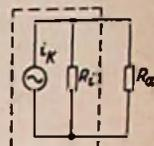
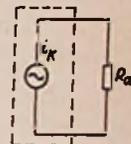
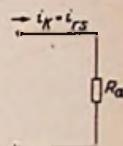
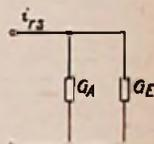

Bild 3. Kurzschluß-Ersatzschaltbild einer Röhre
Bild 3a. Kurzschluß-Ersatzschaltbild einer Rauschdiode ($R_i = \infty$)
Bild 3b. Kurzschluß-Rauscheinströmung auf R_A
Bild 4. Prinzipschaltung zur Bestimmung der Grenzeempfindlichkeit
Man geht von dem Stromquellen-Ersatzschaltbild einer Röhre aus, da sich der Rauschstrom als Kurzschluß-Rauschstrom i_K nach Formel (1) oder (2) bestimmt (Bild 3). In ihm kann R_i vernachlässigt werden ($R_i = \infty$) (Bild 3a). Die volle Kurzschlußleistung arbeitet also auf R_A (Bild 3b). Für die Bestimmung der Grenzeempfindlichkeit ist demnach die Ersatzschaltung von Bild 4 gültig.
G_A entspricht dem R_A von Bild 3 und ersetzt in der Empfindlichkeitsmeßschaltung den Antennenwiderstand R_A . G_E ist der Leitwert der Empfängereingangsschaltung.
Bei Anpassung ($G_A = G_E$) ist die nach Bild 4 an den Eingang (G_E) abgegebene Leistung N